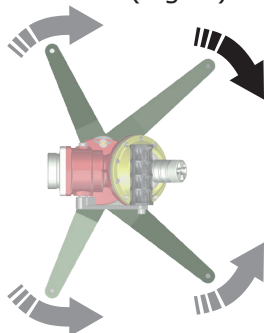

Fig. 1
- **1** - Déplier les pattes stabilisatrices en tenant la lance par la poignée de portage. Tirer sur une grande patte stabilisatrice, les autres se déplient en éventail jusqu'au "CLIC" (Fig. 1).